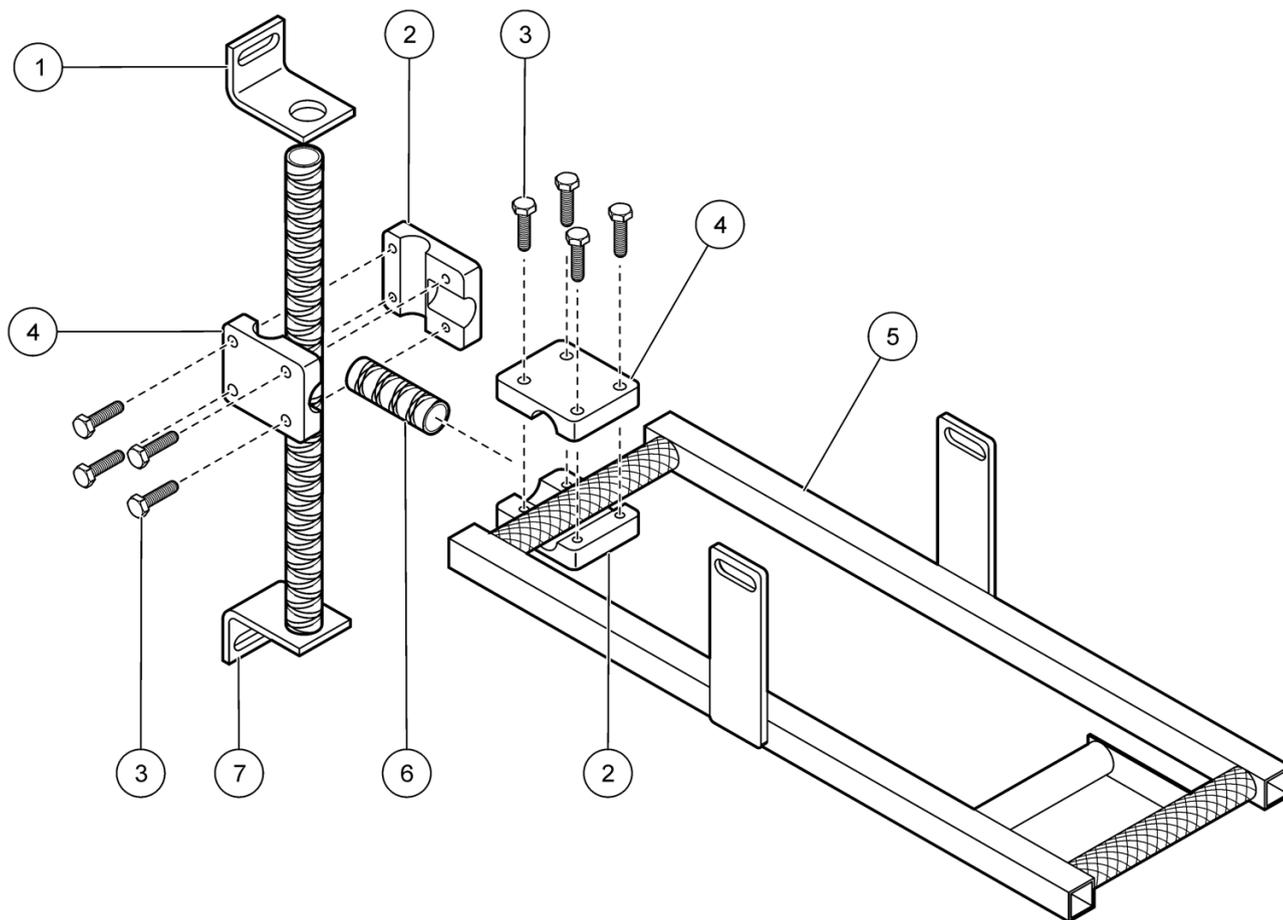
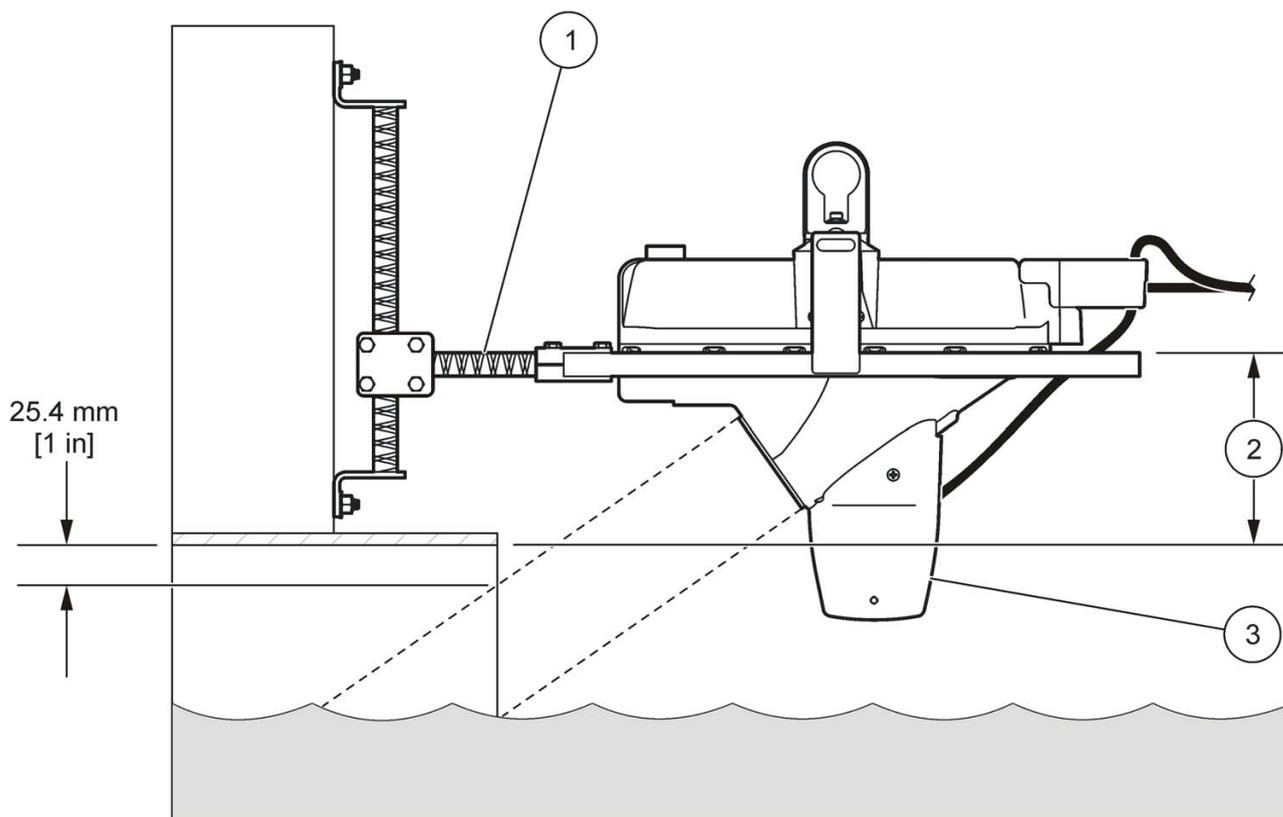

Figura 8 Morsetti montati sulla staffa a parete e sulla struttura
Figura 12 Allineamento verticale del sensore Flo-Dar con SVS
1. Posizionare le due metà dei morsetti (una filettata e una non filettata) attorno alla staffa per il montaggio a parete come mostrato nella Figura 8.
3. Posizionare le altre due metà dei morsetti attorno all'estremità anteriore della struttura come mostrato nella Figura 8.
**Nota:** nella maggior parte dei casi la parte anteriore della struttura è rivolta verso la parete, come mostrato nella Figura 8 (vedere anche la Figura 12 a pagina 25). Se le condizioni del flusso richiedono che il sensore non punti verso la parete, utilizzare il distanziatore da 12 pollici e posizionare le due metà del morsetto attorno all'estremità posteriore della struttura.
2. Se il bordo della tubatura supera i 5½ pollici, installare il distanziatore di 12 pollici tra la staffa per il montaggio a parete e la struttura (Figura 12).